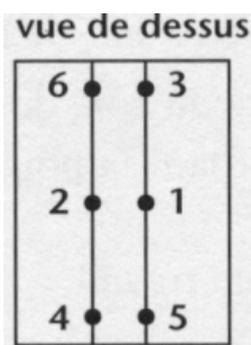
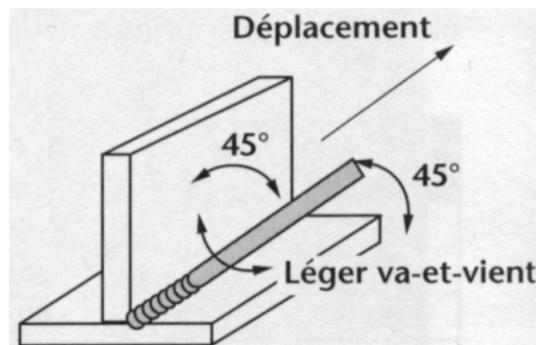

figure 1
figure 2
- Réaliser les points de soudage dans l'ordre 1, 2, 3, 4, 5, 6 (figure 1) en tenant l'électrode à 45° par rapport aux pièces (figure 2).
- Souder en **déplaçant lentement l'électrode (figure 2).**